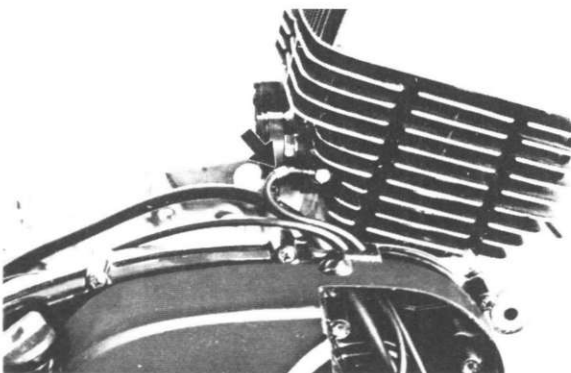

Fig. 4-3-1
- 1) Remove the oil delivery pipe clamps from both cylinders and then remove the delivery pipes. (Fig. 4-3-1)
- 1) Retirez les colliers de fixation des conduites d'huile des deux cylindres, puis retirez ces conduites. (Fig. 4-3-1)
- 1) Ölzufuhrleitungen durch Lösen der Halteklammern von beiden Zylindern entfernen. (Abb. 4-3-1)